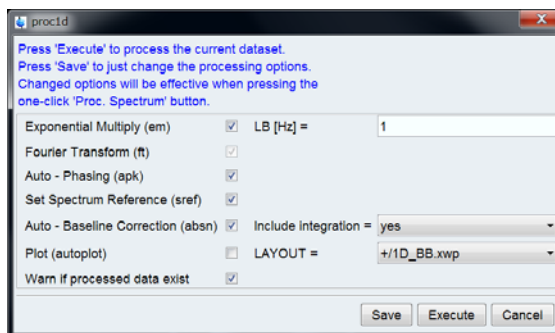

図 75. 処理条件変更ダイアログ。
- b. データ処理条件変更用のダイアログが開くので必要に応じて条件を変更します(図 75)。